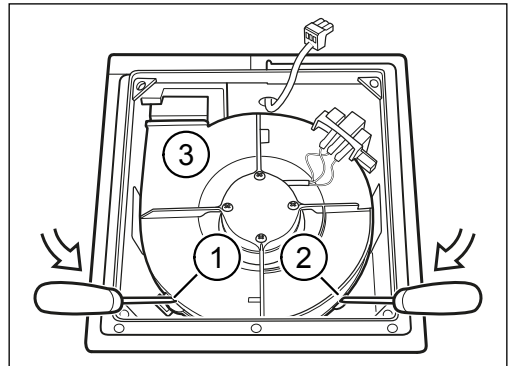

Abb. 16: Lüftermotor ausbauen
- ▶ Drücken Sie Nase 3 (Pos. 1 in Abb. 16) und Nase 4 (Pos. 2 in Abb. 16) mit einem Schlitzschraubendreher leicht aus den Verankerungen.
- ▶ Heben Sie den Lüftermotor (Pos. 3 in Abb. 16) nach vorne ab.